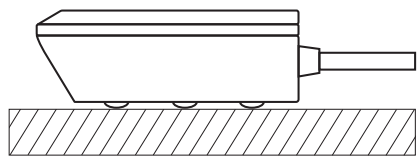

Рис. 6. Установка датчика на полу.
- Установка датчика на полу контактными пластинами вниз (см. рис. 6). Провод свободно лежит на полу. Точечные выступы на корпусе датчика не позволяют контактными пластинами касаться пола, что предотвращает ложное срабатывание датчика.